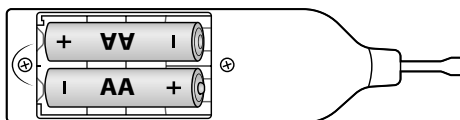

Fig. 1
- ◆ Introduisez les piles, comme indiqué dans le compartiment à piles **4**, dans le dispositif fondeur de cire **1** (voir *fig. 1*).